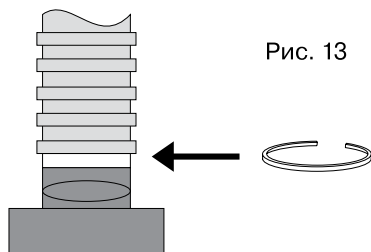

Рис. 13
6. Подвесьте вытяжку на шурупы (А, В), выровняйте её по горизонту и затяните шурупы отвёрткой. По завершении выравнивания окончательно закрепите вытяжку при помощи шурупа через отверстие (С) изнутри вытяжки. (рис. 13).